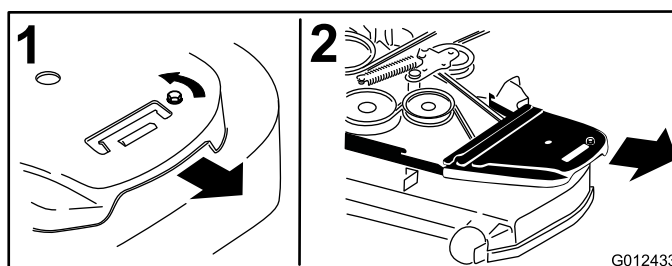

Bild 73
4. Entfernen Sie die Riemenabdeckungen und die Schrauben (Bild 73).